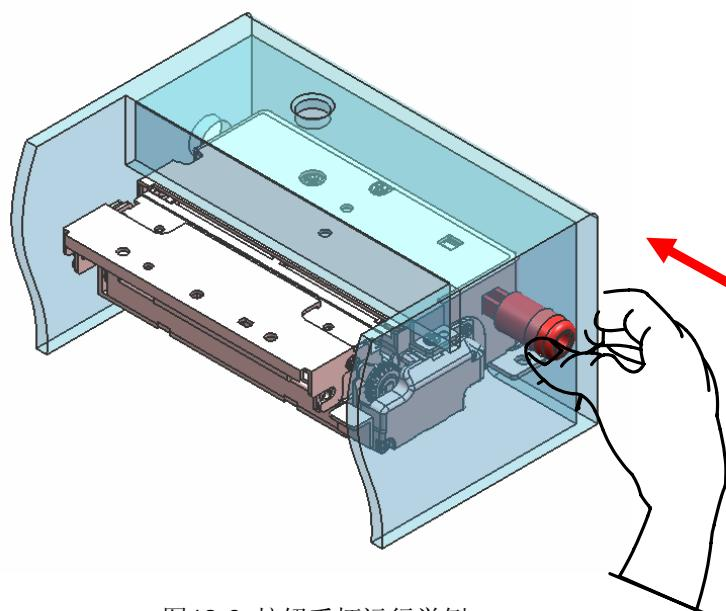

图12-6 按钮手柄运行举例
- 运行刀卡住时, 请按照图12-6所示, 将按钮手柄沿箭头方向按下3~5次, 即可解除运行刀卡住的问题。此时, 若运行刀卡纸完全解除, 按下按钮手柄也会进行空转, 因此空转时请停止按下运行。按钮的动作负荷以大约2.5kgf的力度按下时可以运行。